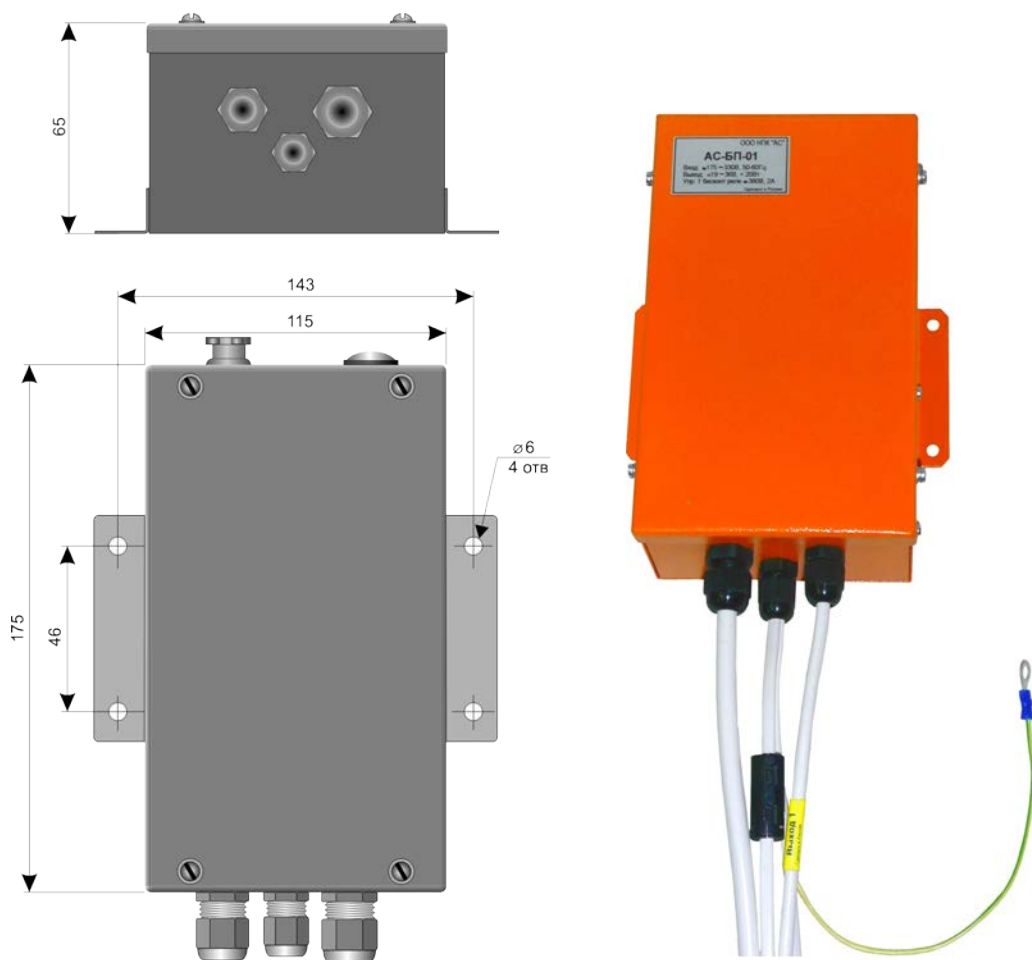

Рис. 7
6.7. Первичный источник питания ИП, Рис.7, служит для преобразования сетевого напряжения 220В в необходимое для питания микроконтроллера напряжение 24В постоянного тока. Источник размещается в непосредственной близости от микроконтроллера, в зоне с отсутствием помех конвективному теплообмену. Содержит встроенный выключатель Sn, предохранитель, преобразователь 220/24В и 2 бесконтактных реле, рассчитанных на коммутацию электрических цепей с напряжением до 380В при токе коммутации до 2А. Источник питания обеспечивает полную гальваническую развязку системы от бортовой сети, в силу чего система АС-АОГ-01м+ не подвержена действию помех, действующих в силовых цепях крановой установки.